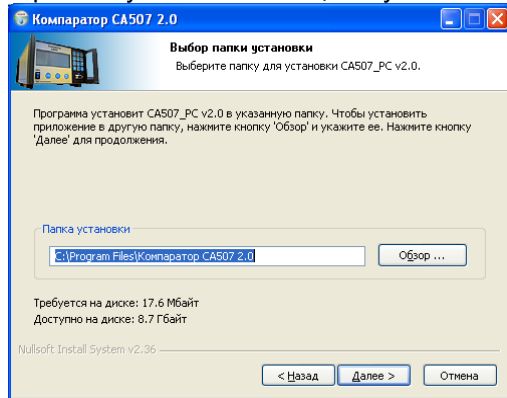

Рисунок 1.4
3) Определить место размещения ПО, для чего в следующем окне (рисунок 1.4) следует либо согласиться с предлагаемой по умолчанию папкой C:\Program Files\Компаратор CA507 xxx, либо выбрать другой вариант, щелкнув по кнопке **Обзор**. Для продолжения выполнения программы установки ПО щелкнуть по кнопке **Далее**.